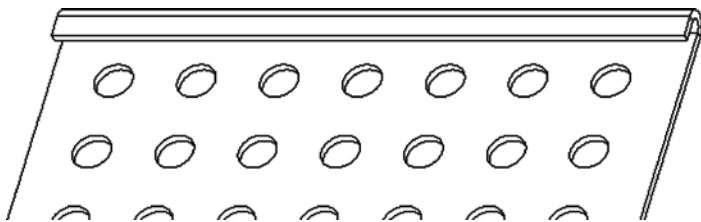

图 5-22 创建第一个法兰壁
(5) 在“凸缘”选项卡中单击  (完成) 按钮, 创建的该法兰壁如图 5-22 所示。